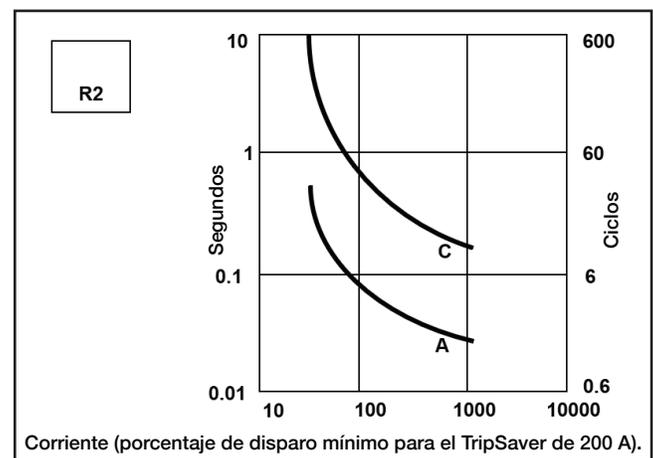

Figura 2. Ajustes de curva TCC del Reconector 2.
En la Figura 2, el Reconector 2 (R2) en negro es el reconector aguas abajo. También está ajustado con una curva rápida (A) y una curva lenta (C). Estas curvas están ajustadas para que el dispositivo aguas abajo opere antes que el dispositivo aguas arriba (más cerca de la fuente).